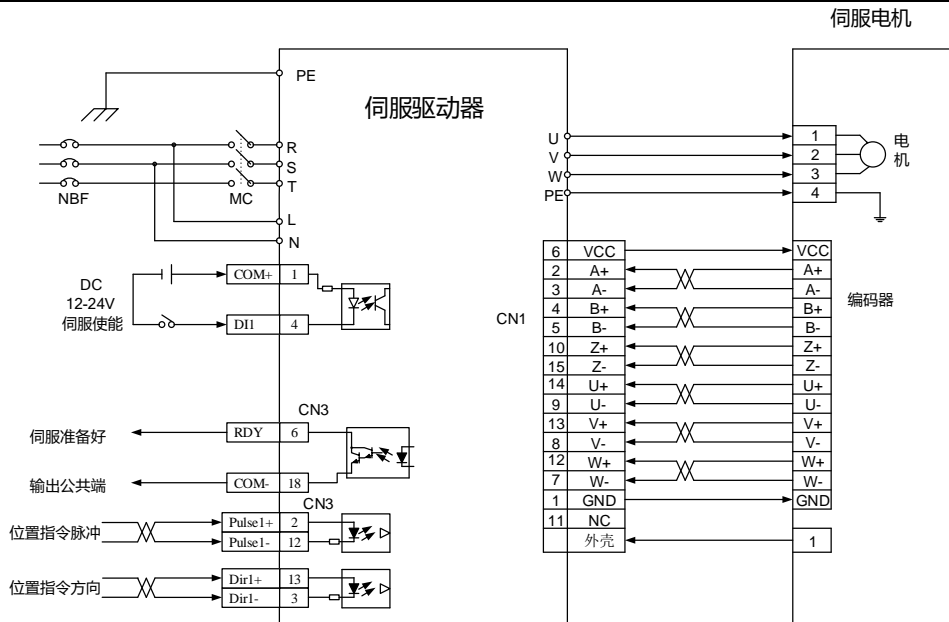

图 7.2 位置控制接线图
- 按图 7.2 接线，主电路端子，单相 AC220V 接 L、N 端子